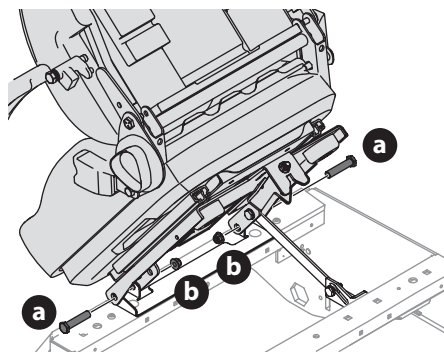

Figure 8
1. Retirez les deux écrous de blocage de la bride (b) et les boulons à épaulement (a) de la pochette du manuel. (Figure 8).
2. Placez le siège en position et fixez-le en place à l'aide de la quincaillerie (Figure 8).